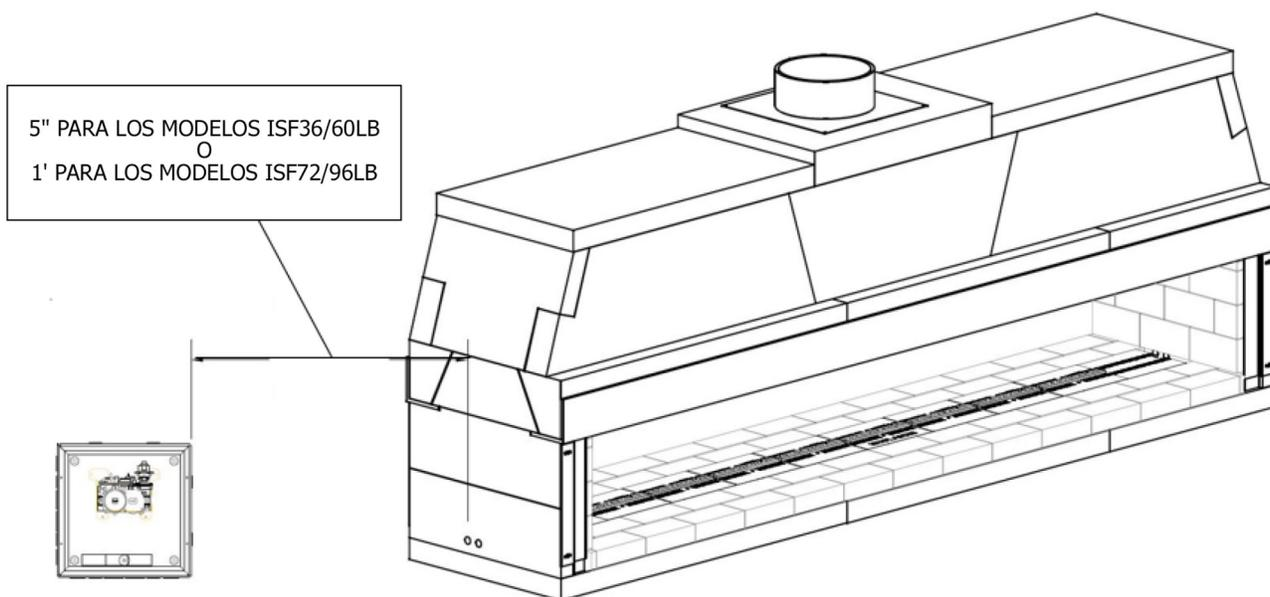

FIGURA 53
- 1) La caja de control de la válvula viene con un cable de montaje del piloto de 84"; por lo tanto, la caja debe montarse a menos de 5' del hogar para los modelos ISF36/60LB y a menos de 1' para los modelos ISF72/96LB. **(Figura 53)**